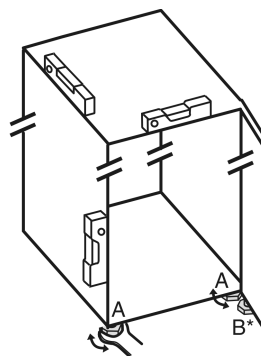

Fig. 27
- ▶ Odvrtite podesive nožice Fig. 27 (A) priloženim viličastim ključem i libelom prema van dok uređaj ne stoji čvrsto i ravno.
- ▶ Odvijte podesivu nožicu Fig. 27 (B) na podlošku ležaja priloženim viličastim ključem dok se ne podupre o pod.
- ▶ Okrenite podesivu nožicu Fig. 27 (B) dalje za najviše 90° kako biste izbjegli oštećenje vrata.